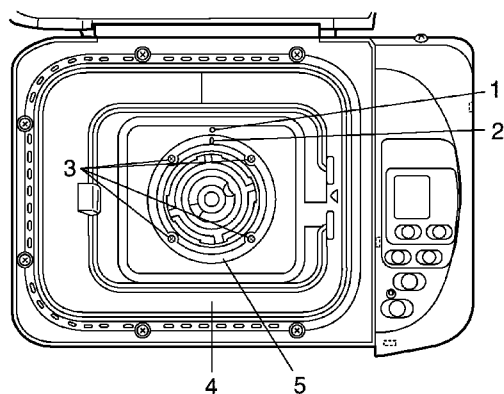

Рис. 17
1. Снять четыре винта, держащих основание корпуса нагревателя, и снять основание корпуса нагревателя и корпус нагревателя. (Рис. 17)